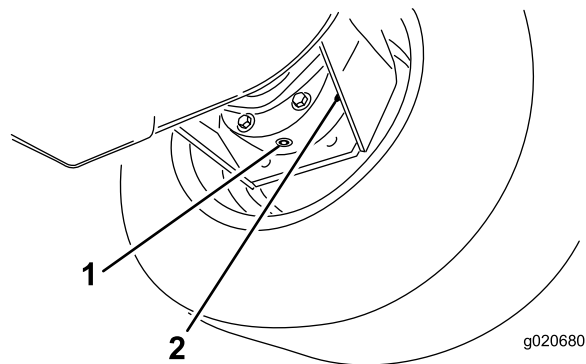

Figura 62
3. Coloque o recipiente de escoamento por baixo da estrutura do travão, retire o tampão e deixe o óleo escorrer para o recipiente (Figura 62).